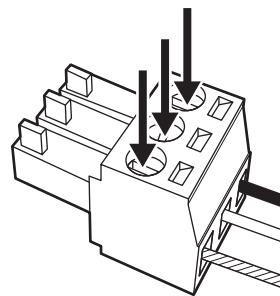

Abb. 2
- 2) **Ziehen Sie die Schrauben von Stecker für 3-polige lösbare 3,5 mm-Klemmleiste sicher mit einem Schraubenzieher fest und reparieren Sie die Anschlussleitungen. (Abb. 2)**